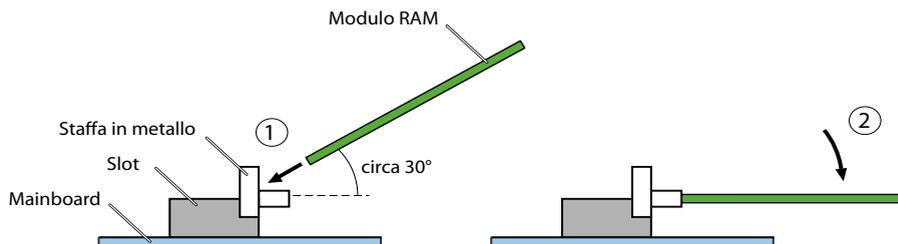

Fig. 72 Sostituzione del modulo DSP
4. Posizionare il modulo leggermente piegato nello slot desiderato (vedere Fig. 72).